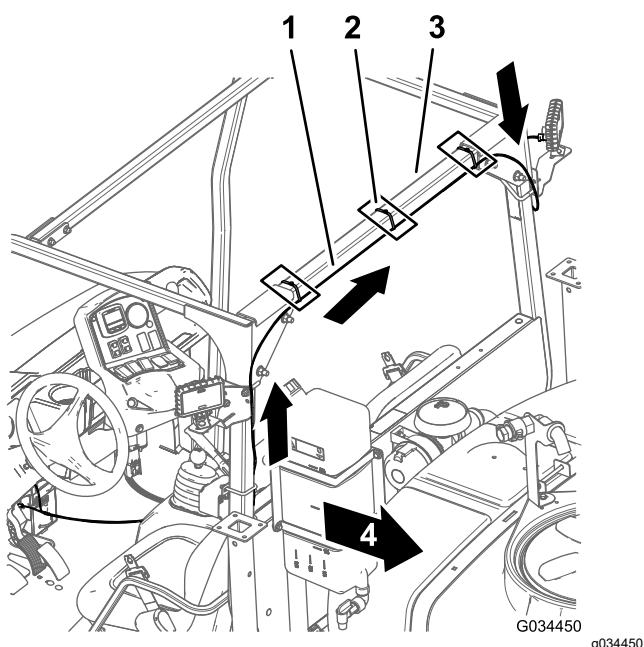
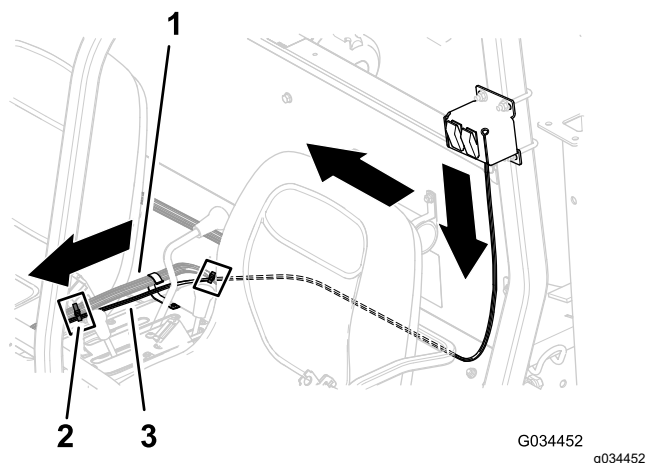
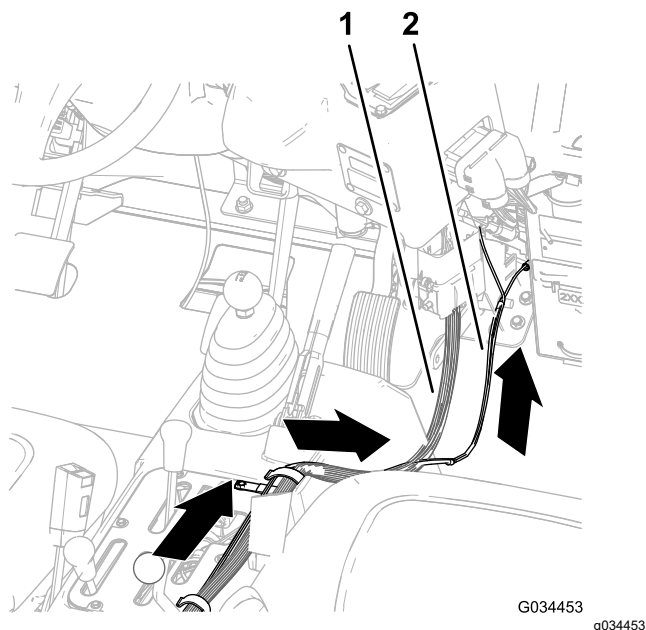

Рисунок 16
Рисунок 17
Рисунок 18
1. Рядом с переключателями проложите ответвление жгута проводов с 2-гнездовым соединителем вверх и по периметру задней части горизонтальной трубы конструкции ROPS, как показано на Рисунок 16.
2. Рядом с переключателями освещения проложите ответвление жгута проводов с гнездовой клеммой и круглой клеммой вниз и поперек спинки сиденья оператора, как показано на Рисунок 17.
3. У центральной консоли проложите жгут проводов комплекта заднего рабочего осветительного прибора вдоль жгута проводов опрыскивателя и вперед к блоку предохранителей (Рисунок 17 и Рисунок 18).
4. Прикрепите жгут проводов комплекта заднего рабочего осветительного прибора к жгуту проводов опрыскивателя с помощью кабельных стяжек, как показано на Рисунок 16 и Рисунок 17.